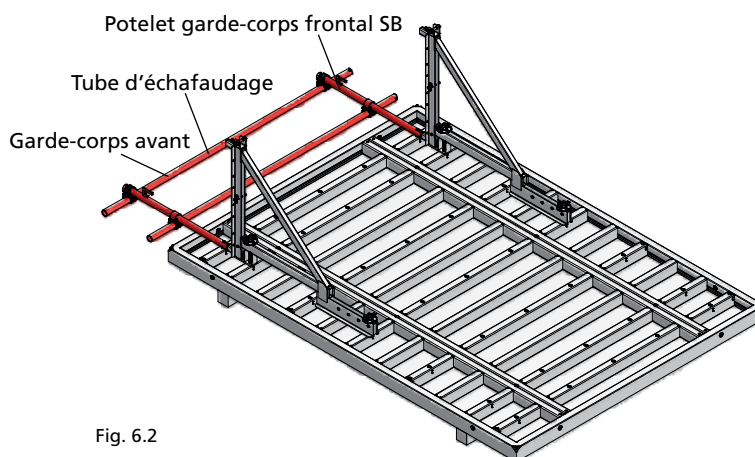

Fig. 6.2
2. Pour le garde-corps avant, insérer les deux potelets garde-corps frontal SB sur les deux consoles passerelles SB. Fixer ensuite 2 tubes d'échafaudage 48,3 dans le sens de la longueur sur les potelets garde-corps frontal SB (fig. 6.2, pages SB-4 et SB-5).